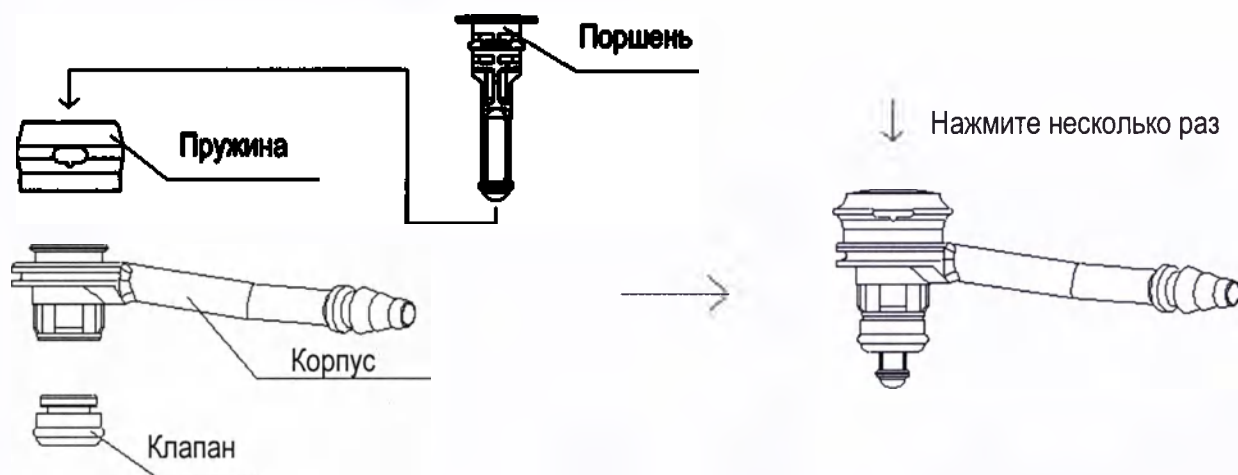

Рисунок 1. Подключение клапана отсоса к назофаринголарингоскопу
- Установите клапан отсоса в порт назофаринголарингоскопа, уделите внимание направлению корпуса клапана. Нажмите на клапан пальцем, чтобы он фиксировался щелчком (смотрите Рисунок 1).